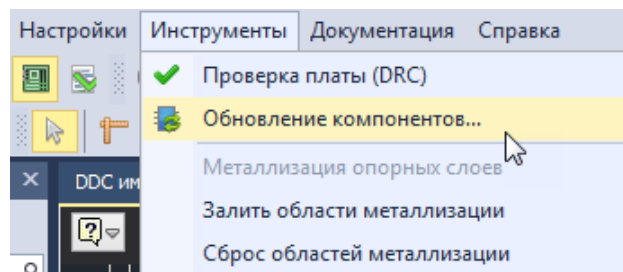

Рис. 77 Вызов функции группового обновления компонентов
1. Выберите пункт «Обновление компонентов...» в разделе «Инструменты», Рис. 77.